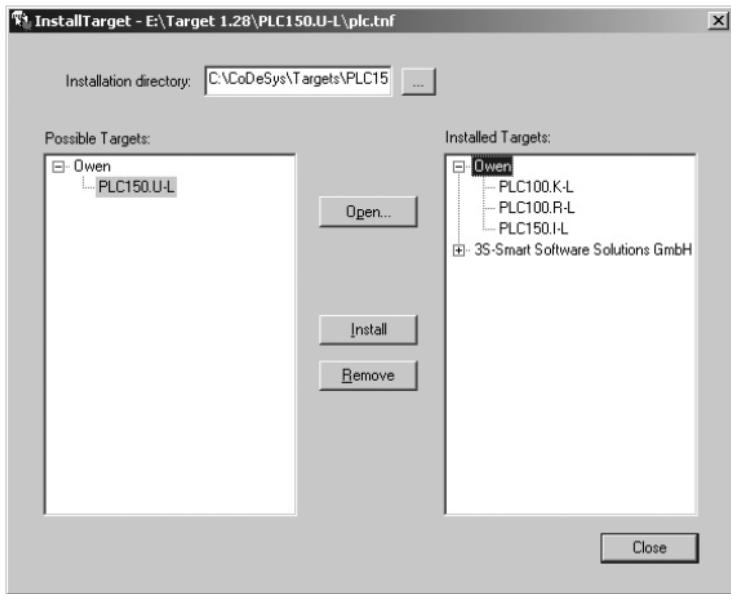

Рисунок 5.1 - Окно «InstallTarget» утилиты InstallTarget
- В открывшемся при запуске утилиты **InstallTarget** окне (рисунок 5.1) – нажать кнопку Open и указать путь доступа к инсталлируемому Target-файлу (имеющему расширение ***.tnf**, Target Information File). Target-файлы контроллеров ОВЕН ПЛК150 могут быть скачаны с сайта www.owen.ru. При скачивании с сайта папку с Target-файлами надо разархивировать и сохранить на жестком диске ПК.